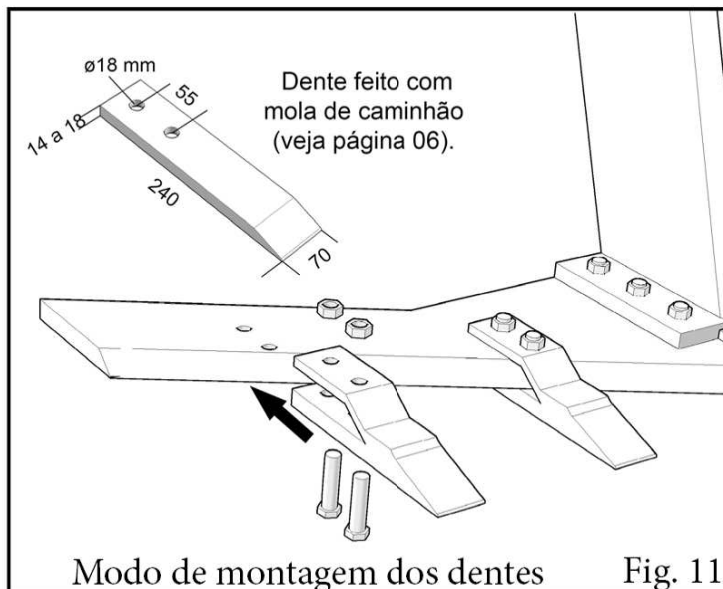

Fig. 11
- \* Os dentes servem para penetração no solo e podem ser substituídos por dente de *mola de caminhão*, que pode ser fabricado em qualquer metalurgica como mostra a *Fig.11* da página 5 ou *Fig. 14* da pagina 06;
Deve ser trocado ou substituído por dente de mola (Página 5 Fig.11).